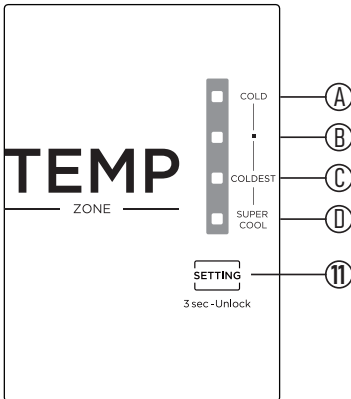

РИС. 2
- Переместите штапики петель на противоположную сторону (рис. 2).